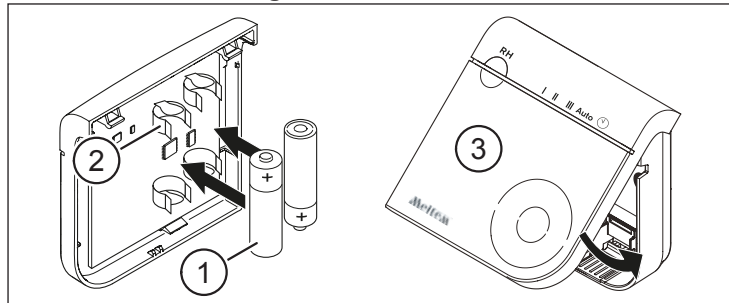

Abb. 3: Batterien einlegen und Deckel aufsetzen
- ▶ Legen Sie die Batterien (Pos. 1 in Abb. 3) in die Batteriehalterungen (Pos. 2 in Abb. 3) an der Rückseite des Deckels ein. Nach dem Einlegen der Batterien leuchten alle LEDs für 3 s. Anschließend wechselt der Funksensor automatisch in den Verbindungsmodus, die Status-LED blinkt grün-rot.
- ▶ Schwenken Sie den Deckel nach unten, bis er hörbar am Gehäuse einrastet (siehe Abb. 3).